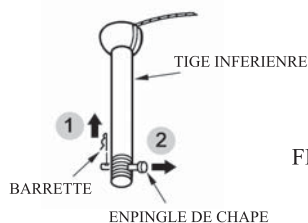

FIG.3
1. Retirez la goupille à cheveux et la rondelle de la goupille fendue, puis retirez la goupille fendue de la tige de suspension. (Voir Fig.3)